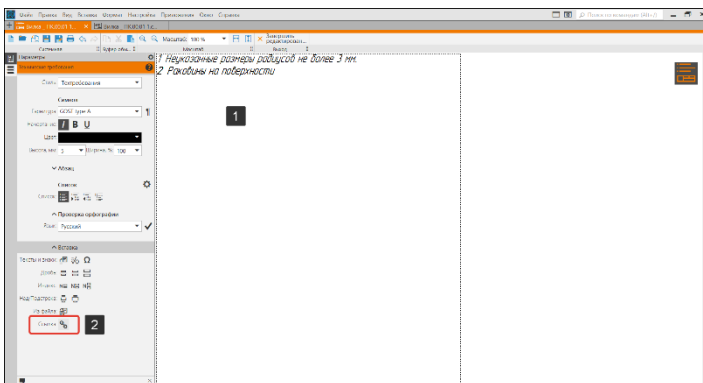

Рисунок 268 – Ввод технических требований
- На панели Вставка выберем пиктограмму Ссылка (2) (Рисунок 268);